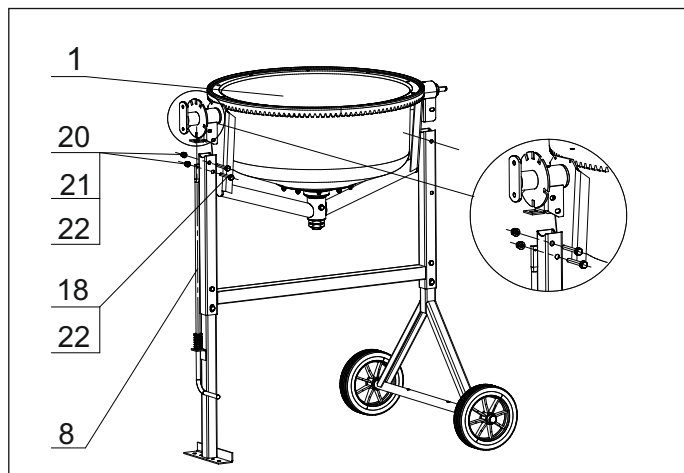

Рис. 6
9.4. Установку основания поз.1 удобнее выполнять вдвоем. Установить на раму в сборе с рамкой нижней и правой основание поз.1. Стопорные кольца на основании должны находиться по краям рамы. При этом установить фиксатор поз.8 в паз рамы. Установить хомут поз.13 между стопорными кольцами, вставить отверстия в хомуте и раме. Вставить в отверстие болт поз.17, установить шайбу 22, завернуть гайку поз.21 (рис. 6). Повторить с другой стороны.